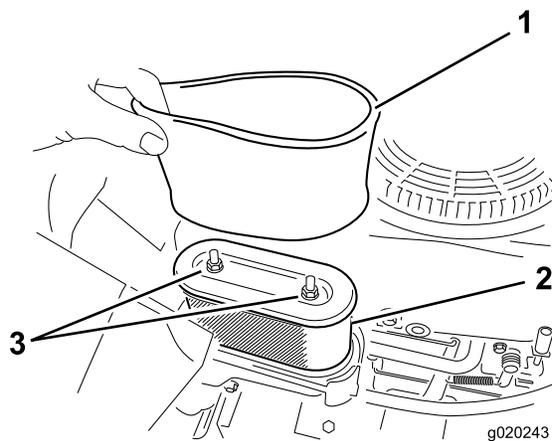

Bild 27
5. Nehmen Sie die Schaum- und Papierfiltereinsätze vorsichtig aus dem Luftfiltergehäuse heraus (Bild 27).
1. Setzen Sie den Schaumfilter auf den Papierfilter (Bild 27).